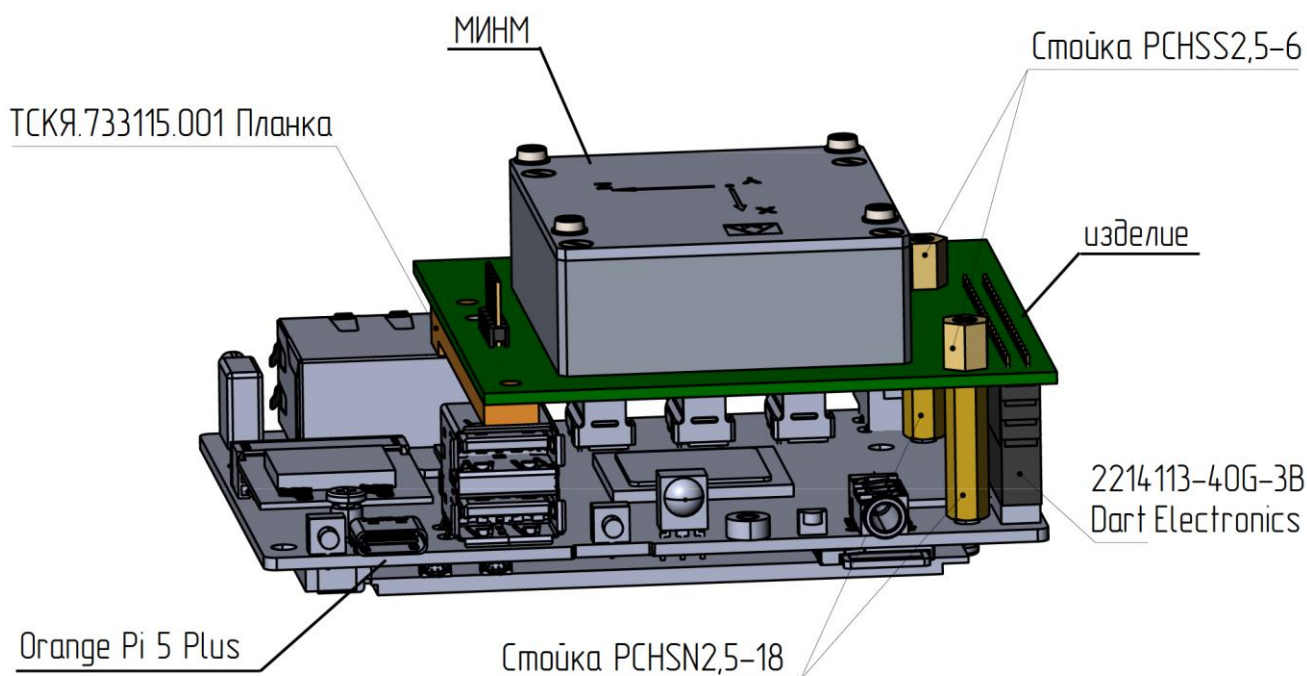

Рисунок 4 – Подключение изделия к Orange Pi 5 Plus
8.6 Для стыковки с Orange Pi 5 Plus необходимо использовать входящие в комплект монтажных частей изделия две стойки PCHSS2,5-6, две стойки PCHSN2,5-18 и планку ТСКЯ.733115.001 (рисунок 4).